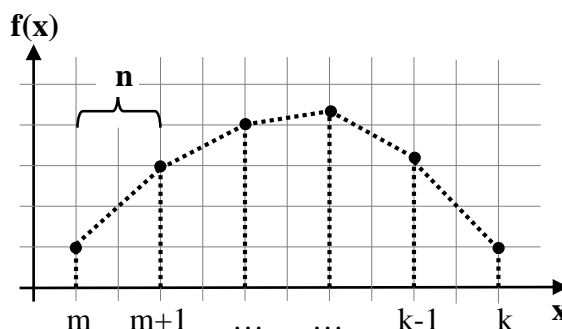

Bild 20: Prinzipiskizze zur Trapezregel, Messpunkte (•),
b) Implementieren Sie eine Funktion integrieren, welche das Integral zwischen den Stützstellen k und m mit der Trapezregel berechnet (Bild 20). Dabei wird der Flächeninhalt unter dem Integral durch Trapeze genähert. Die Funktion integrieren soll als **Parameter** einen Pointer auf das betreffende Listenelement sowie die Indices m und k des Geschwindigkeitsarrays übergeben bekommen. Der Rückgabewert ist der Wert des Integrals vom Typ double. Der Stützstellen-abstand n beträgt gemäß Aufgabe 0.001.